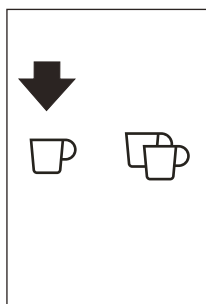

Abb. 19
- Durch Drücken der Sensortaste ☉ (B10) (Abb. 19) lässt sich jeweils eine Tasse Kaffee auf einmal aufbrühen.